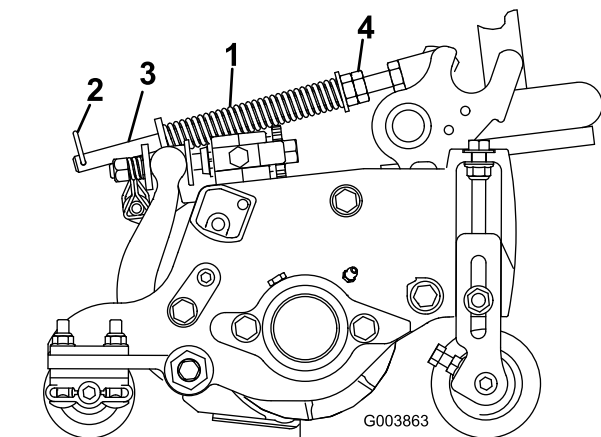

図 21
1. ヘアピン・コッターがスプリング・ロッドの後の穴に差し込まれていることを必ず確認しておいてください（図 21）。
2. スプリングロッド前部の六角ナットを締めて、スプリング（圧縮状態）の長さが 15.9 cm になるようにする（図 21）。